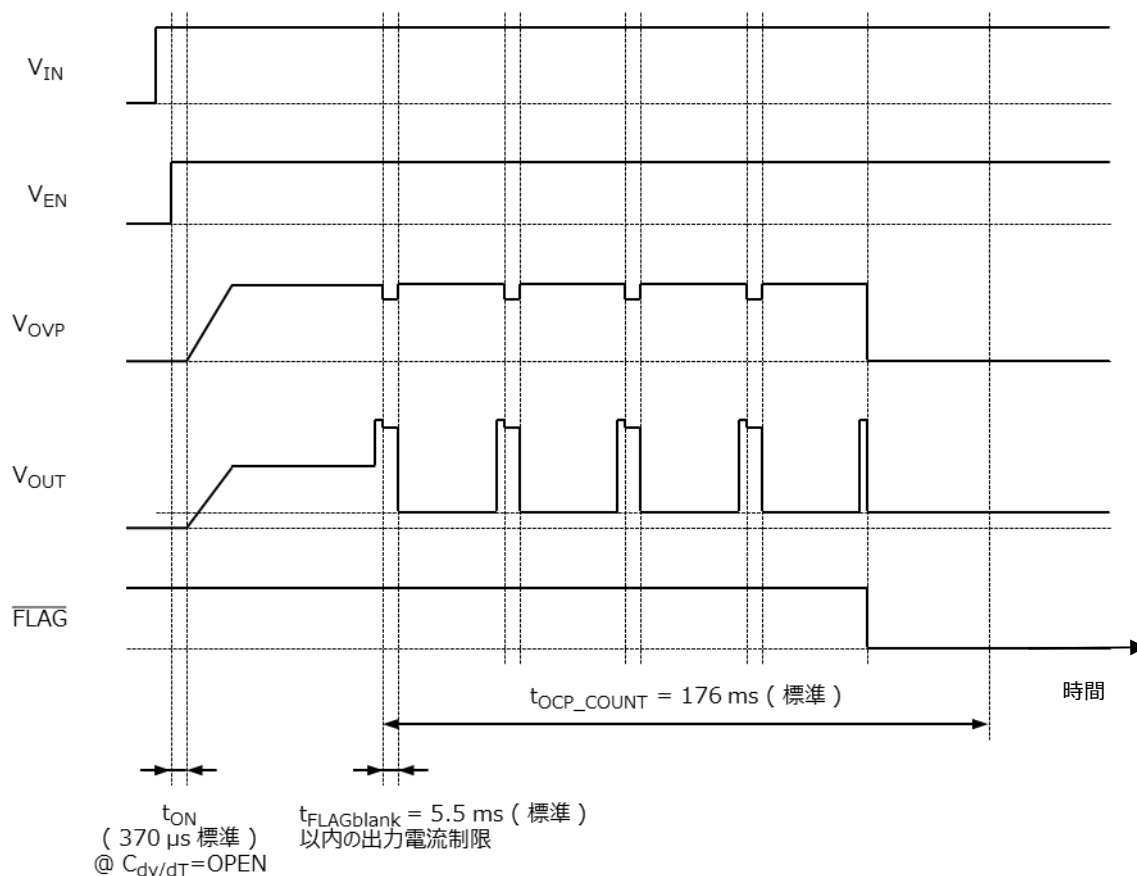

図 6.8 パルス状の過電流が連続して流れたときの過電流保護動作例
また、TCKE712BNL では、図 6.8 のように $t_{FLAGblank}$ 未満のパルス状の過電流が 短時間過電流制限カウント時間 $t_{OCP_COUNT} = 176 \text{ ms}$ (標準) の期間内に 5 回発生すると、システムの異常と判断して出力をオフすると同時に \overline{FLAG} も "H" レベルから "L" レベルに反転してラッチが掛かります。
② パルス状 (<5ms) の過電流が t_{OCP_COUNT} 間に 5 回発生後	t_{OCP_COUNT} : 過電流フラグ消去時間 (図 6.8 参照)